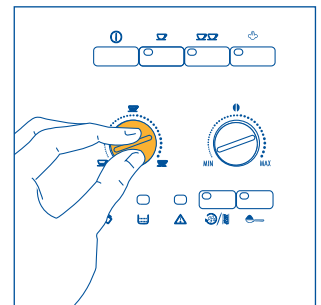

Fig.8
- 3) Regule el mando izquierdo (fig. 8) para configurar la cantidad de café deseada. Cuanto más lo gire hacia la derecha, más largo será el café. La primera vez que se use la cafetera habrá que hacer varios cafés hasta encontrar la posición correcta del mando.